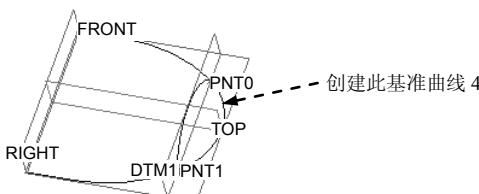
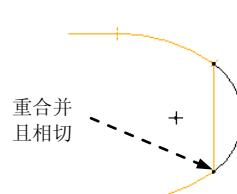

图 6.2.21 创建基准曲线 4
图 6.2.22 截面草图
- ① 创建基准点时, 无须退出草绘环境, 直接单击“创建基准点”按钮 X 。
- ② 选择基准曲线 1 或 2 的顶点; 单击“基准点”对话框中的**确定**按钮。
Step5. 创建图 6.2.21 所示的基准曲线 4, 相关提示如下: 单击“草绘基准曲线”命令按钮 S ; 设置 FRONT 基准平面为草绘平面, RIGHT 基准平面为参照平面, 方向为**右**; 特征的截面草图如图 6.2.22 所示 (为了便于将基准曲线 4 的顶点与基准曲线 1、2 的顶点对齐并且相切, 有必要选取基准曲线 1、2 为草绘参照)。